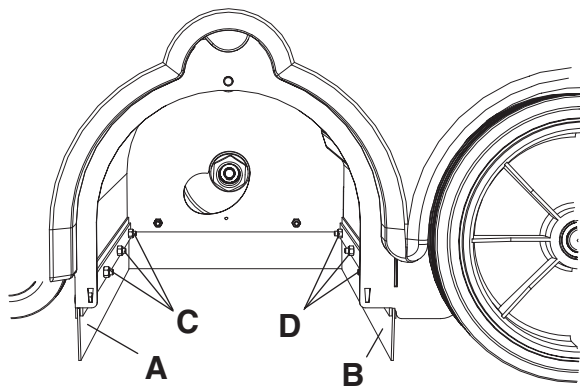

Afbeelding 18
9. Trek de riem van de hoofdborstel (42) van de centrifugale schijf (44); het gaat gemakkelijker als u de centrifugale schijf (44) handmatig op de ventilator (46) draait.
10. Verwijder de schroeven (25) en verwijder daarna de rechterafdekking (24) samen met de riem (42).
11. Stel de hoogte van de flap (A, Afb. 18) af met behulp van de openingen (B).